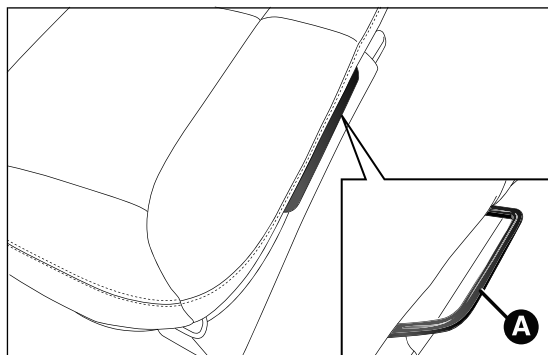

fig. 87
- ❑ actuando en la palanca A fig. 87 ajustar el asiento en la posición deseada;
☐ actuando en la palanca A fig. 87 regular el asiento en la posición "completamente hacia adelante" para obtener la ampliación máxima del maletero (de manera compatible con la posición deseada para los asientos delanteros);